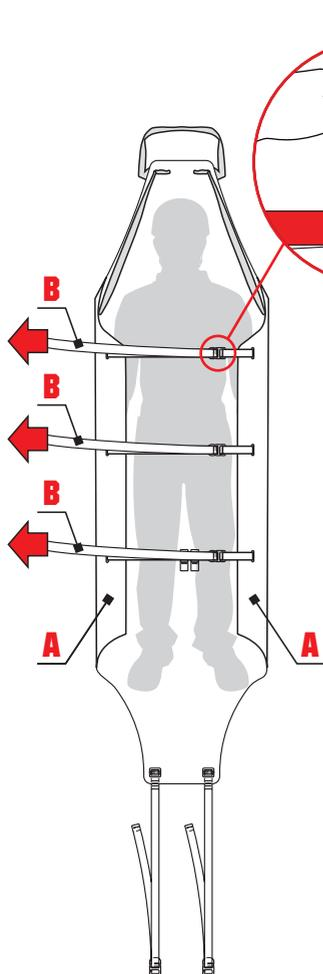

Fig.19
- inserire le fibbie con gancio (I) nelle corrispondenti fettucce con asola (C) e tensionare le fettucce (B) per sollevare le parti laterali del piano di appoggio (A) di quanto necessario a contenere il paziente (fig. 19),